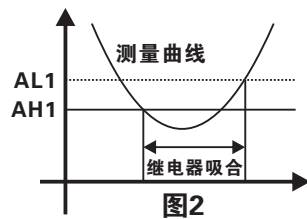

图2
- 设定AH1<AL1(AH2<AL2)，当测量值 \leq AH1时，继电器吸合；当测量值 \geq AL1时继电器释放，继电器动作情况见图2，常用于下限报警。